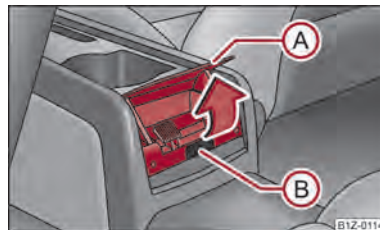

Fig. 71 Consola centrală inferioară: Scrumiera spate
- Prindeți capacul scrumierei de partea de jos (A) și rabatați-l în sensul săgeții ⇒ fig. 71.